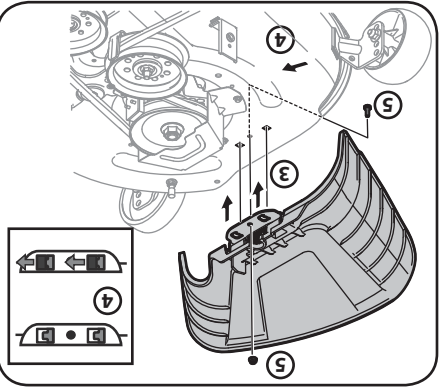

Figure 2-6
3. Placez la goulotte d'éjection sur le plateau de coupe en insérant les pattes de la goulotte d'éjection dans les trous du plateau de coupe. Voir la Figure 2-6.
Lorsque les pattes sont insérées dans les trous du plateau de coupe, glissez la goulotte d'éjection vers l'arrière de l'appareil jusqu'à ce que le trou du boulon sur la goulotte d'éjection s'aligne avec le trou du plateau de coupe. Voir la Figure 2-6.
5. Fixez la goulotte d'éjection en place avec l'écrou autobloquant à bride et le boulon hexagonal retirés à l'étape 2. Serrez-les à un couple de 102-124 po-lb. Voir la Figure 2-6.